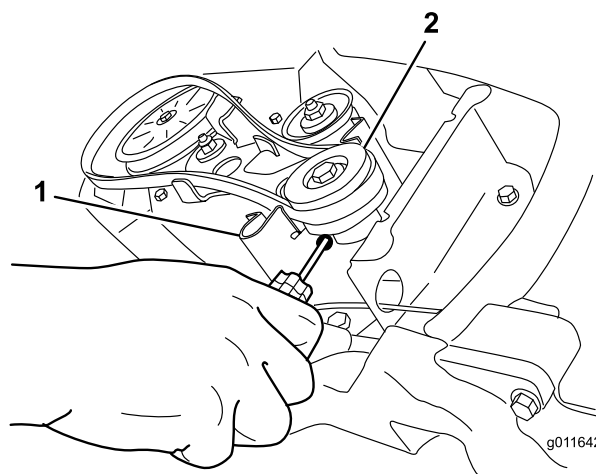

Figura 27
5. Introduzca un destornillador en el orificio de la guía de la correa, como se muestra en la Figura 27, y desvíe la guía de la correa hacia la polea del rotor lo suficiente para extraer la correa por el hueco.